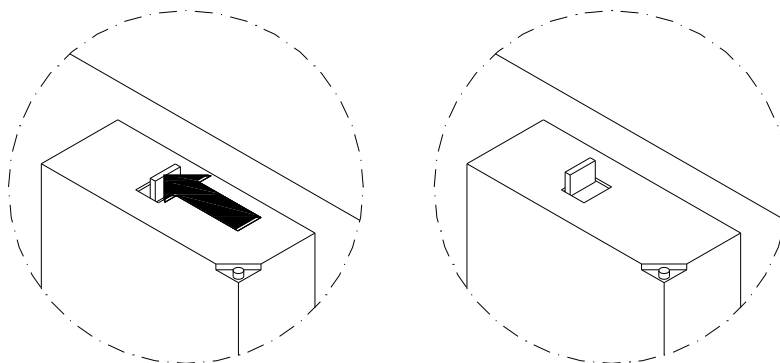

Figure 31 - Reprise du Monitoring
Si la fuite est entre la soupape (Figure 31 - n°2) et le couvercle inférieur (Figure 31 - n°1), il peut être suffisant de contrôler le serrage du corps de la soupape sur le couvercle par l'extérieur du feu.
Desserrer le corps de soupape avec joint de l'extérieur du feu (Figure 31 - n°1) en utilisant la portion extrême hexagonale du corps de soupape.
Monter une nouvelle soupape et la serrer sur le couvercle inférieur au couple de serrage de 0,35 Nm. Vérifier si le mécanisme intérieur de la soupape (Figure 31 - °4) est bien serré au corps de soupape (Figure 31 - n°2) puis visser le capuchon de protection (Figure 31 - n°3).
- rétablir le fonctionnement du relais du monitoring comme le montre la Figure 31.